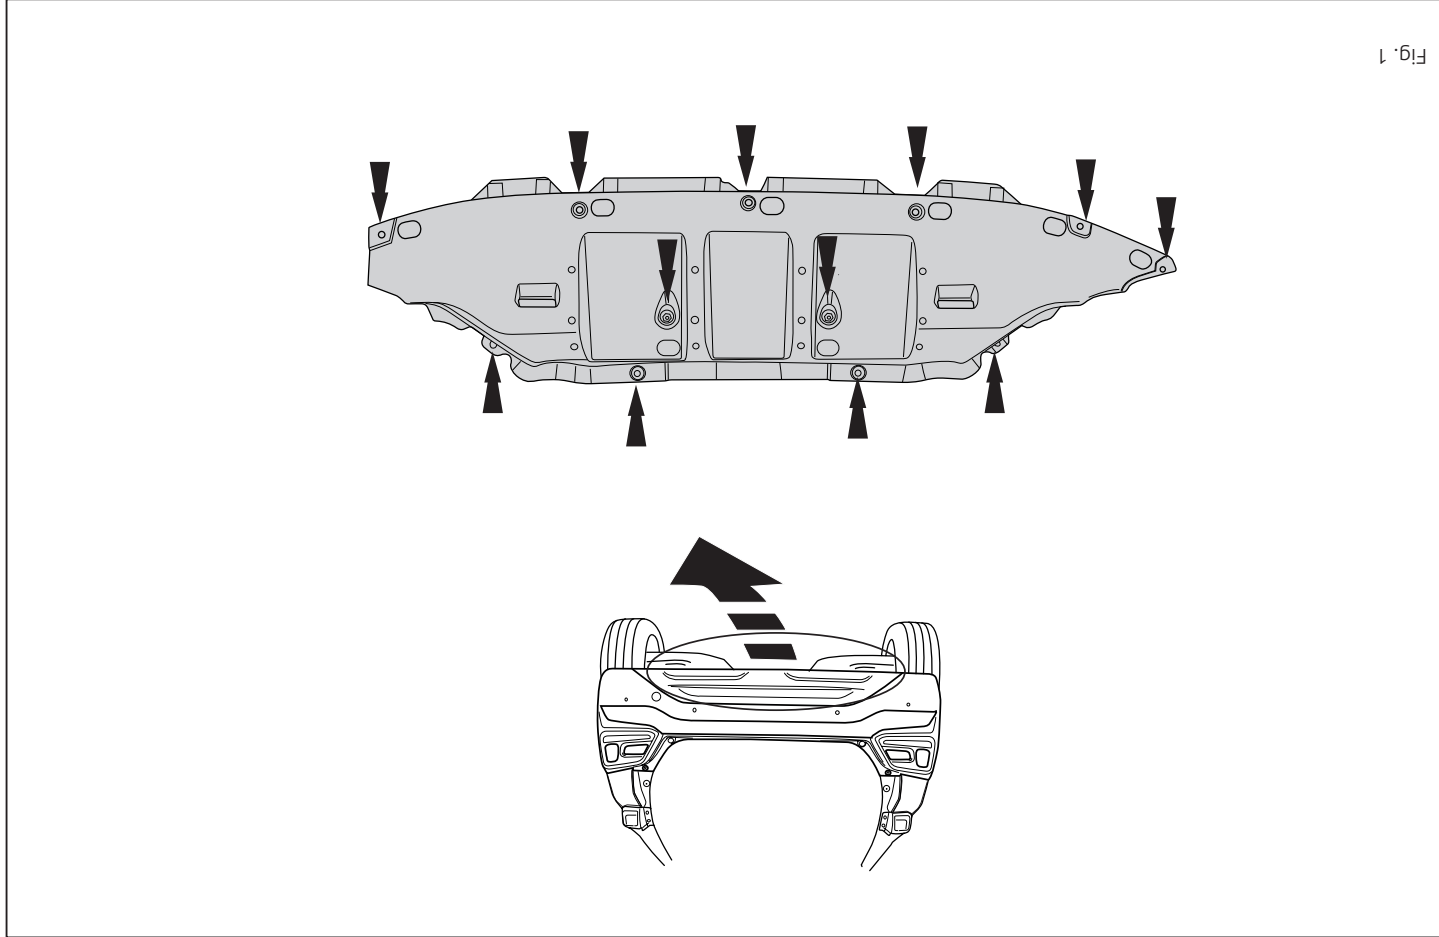

Fig. 1
1. Remove the plastic protective cap. See figure 1.
1. Die Kunststoffschutzkap abmontieren. Siehe Abbildung 1.